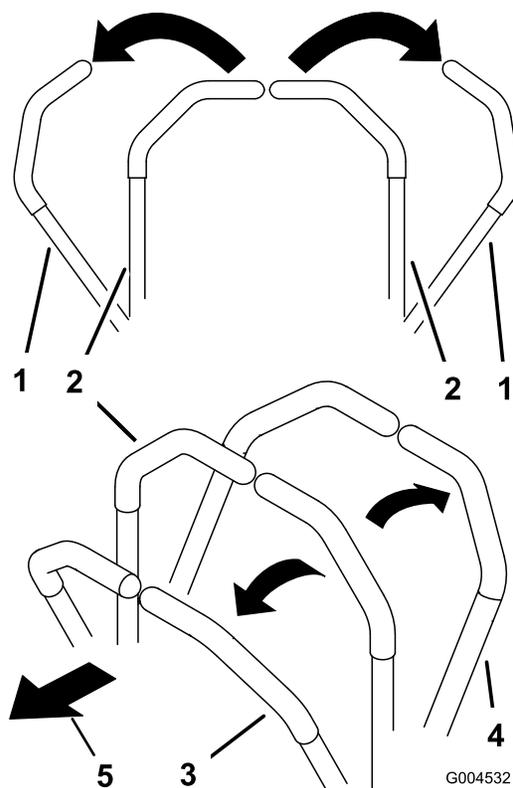

Figura 18
- Per fare marcia avanti spingete lentamente in avanti le leve di controllo del movimento (Figura 18).
Per spostarvi in linea retta applicate una pressione identica su entrambe le leve di controllo del movimento (Figura 18).
Per girare, spostate la leva di controllo del movimento verso il folle, nella direzione in cui volete voltare (Figura 18).
- Per fare marcia indietro tirate lentamente indietro le leve di controllo del movimento (Figura 18).
Per girare, rilasciate la pressione sulla leva di controllo del movimento verso la direzione in cui volete voltare (Figura 18).